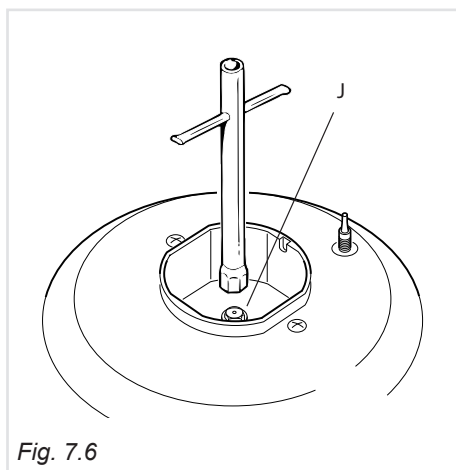

Fig. 7.6
- Con una chiave fissa sostituire gli ugelli "J" (fig. 7.6) con quelli idonei per il gas da utilizzare.